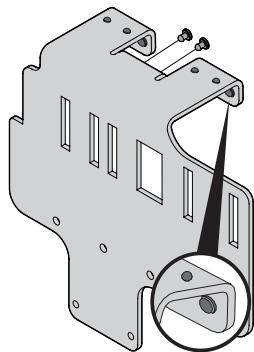

Figura 3
1. Coloque las 12 almohadillas de caucho (735-05938) en el soporte adaptador (789-02278) utilizando los orificios de montaje que se muestran en la Figura 3.